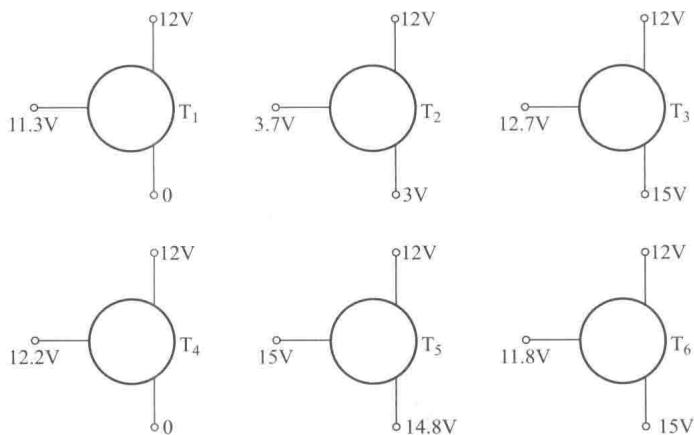

图 1-10
1. 测得放大电路中六只晶体管的直流电位如图 1-10 所示。在圆圈中画出管子，并分别说明它们是硅管还是锗管。